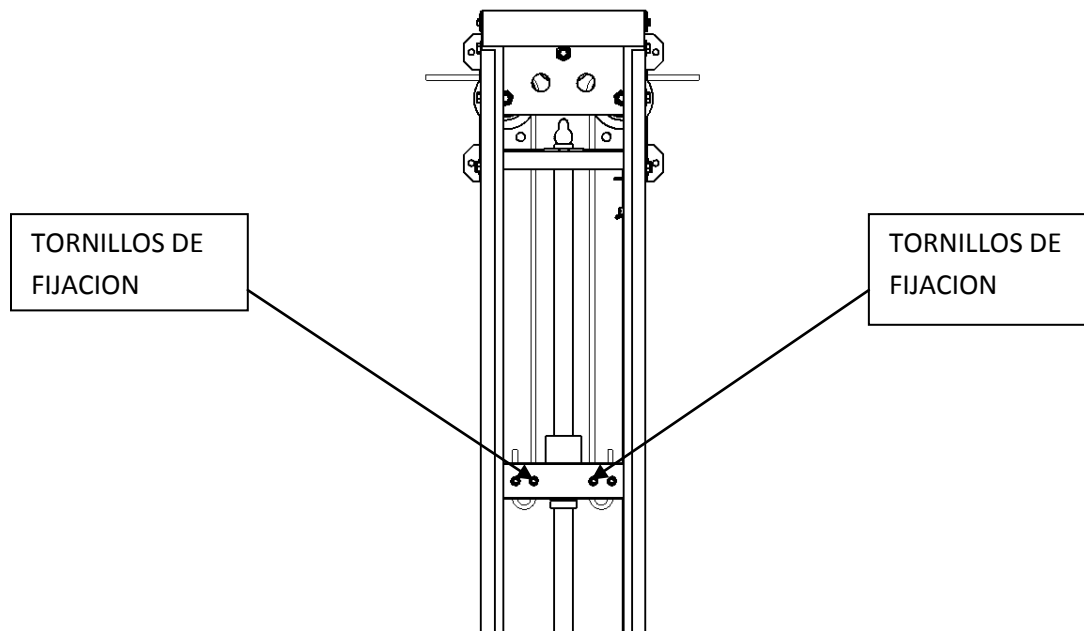

Figura 18
- 25.** Para asegurar el cable al bloque de carga, pase el cable a través del orificio más próximo al centro en el bloque de carga, a continuación de vuelta de nuevo a través del orificio externo. Apriete todos los tornillos de fijación. **(Figura 18)**